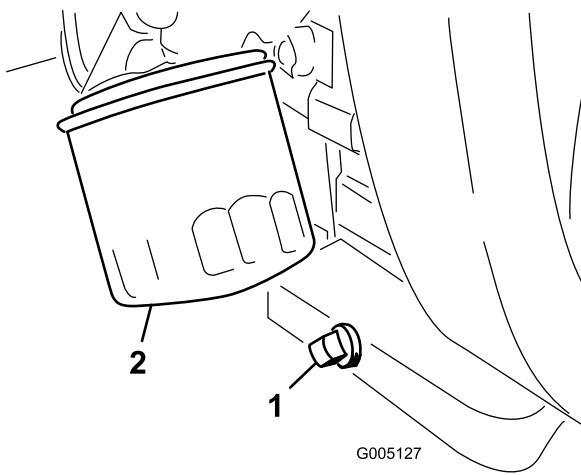

Bild 28
2. Entfernen Sie den Ölfilter (Bild 28).
1. Entfernen Sie die Ablassschraube (Bild 28) und lassen Sie das Öl in die Auffangwanne ab. Schrauben Sie die Ablassschraube wieder ein, nachdem das Öl abgelaufen ist.